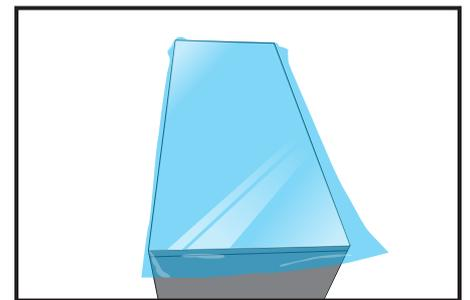

Abbildung 03
- › Nach Abschluss der Verklebung auf der waagrechten Platte (Abb. 03) ist die Folie zu schneiden, um mit dem Beschichten der Kanten fortzufahren.